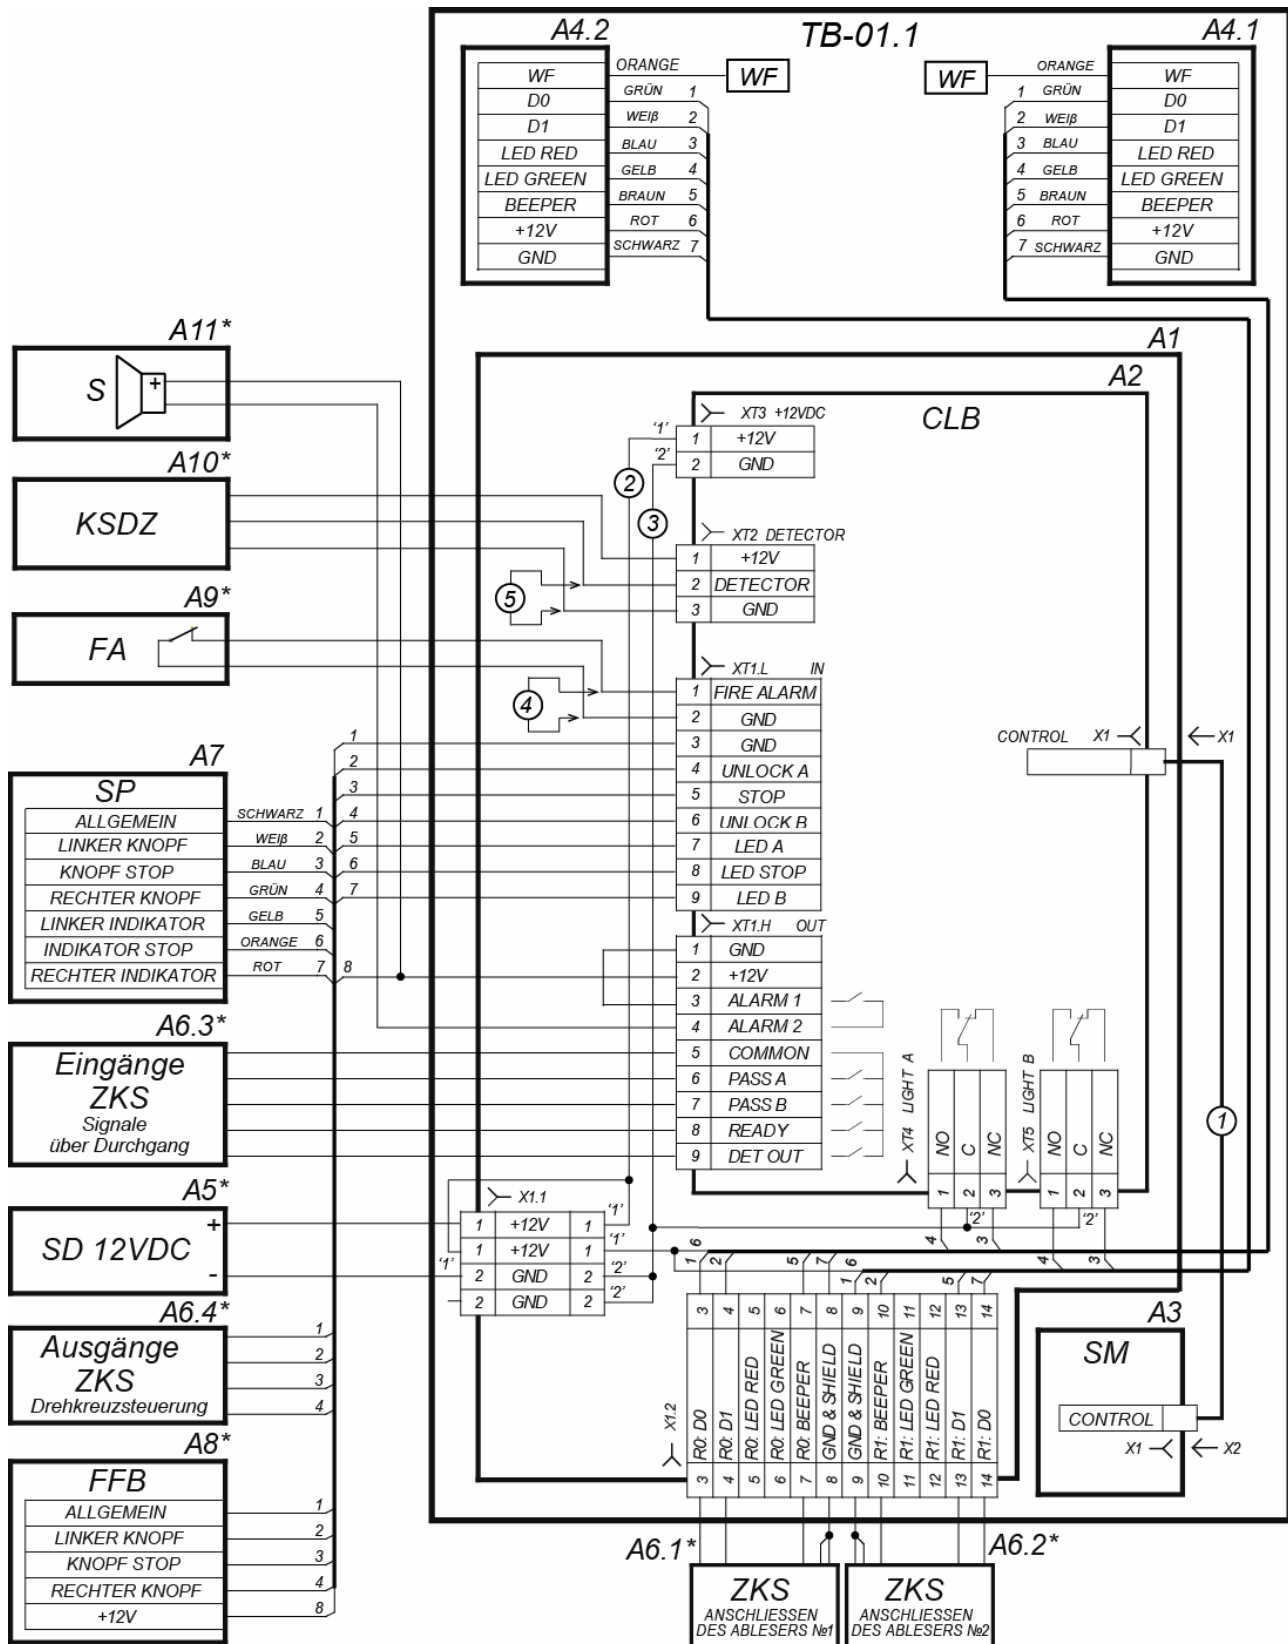

Abbildung 11. Das Schema der Vereinigungen des Drehkreuzes und der zusätzlichen Ausrüstung¹
Das Anschließen des Kontrollsensors der Durchgangszone wird zu dem Klemmleisten **XT2**, und der Sirene – zum Klemmleisten **XT1.H** der Steuerplatte entsprechend dem Schema der elektrischen Vereinigungen (siehe die Abb. 11 und 5) erzeugt. Der Kontrollsensor der Durchgangszone soll die normalgeöffnete Kontakte haben. Wenn der Kontrollsensor nicht angeschlossen ist, so muss man die Oberschwelle zwischen den Kontakten *Detector* und *GND* des Klemmleistes **XT2** einstellen. Bei der Lieferung ist die vorliegende Oberschwelle eingestellt.
Das Anschließen der Einrichtung *Fire Alarm* wird zu dem Klemmleiste **XT1.L** der Steuerplatte laut dem Schema der elektrischen Vereinigungen erzeugt (siehe die Abb. 11 und 5). Wenn der Eingang *Fire Alarm* nicht verwendet wird, so muss man die Oberschwelle zwischen den Kontakten *Fire Alarm* und *GND* einstellen. Bei der Lieferung ist die vorliegende Oberschwelle eingestellt.
- 7 Nehmen Sie den Deckel des Drehkreuzes (3) ab, die Schraube mit dem Schlüssel (4) abdrehen.
- 8 Schließen Sie das Ernährungskabel (15) zu dem Klemmleisten **X1.1** an (siehe die Abb.11). Schließen Sie das Kabel (14) des Schaltpultes (13) zu dem Klemmleisten **XT1.L** auf der Steuerplatte an (siehe die Abb. 5). Schließen Sie falls notwendig die Kabel von anderen Einrichtungen zu den entsprechenden Klemmleisten der Steuerplatte an (siehe die Abb. 5 und die Abb. 11).
- 9 Prüfen Sie die Richtigkeit und die Zuverlässigkeit aller elektrischen Anschließen. Mit Hilfe der selbstklebenden Stellen und nichtöffnenden Spannschloßen aus dem Liefersatz festigen Sie alle Kabel. Nach dem Anschließen aller Kabel und der Befestigung des Fußes zum Fußboden stellen Sie auf die Stelle den Deckel (3) fest (siehe Abt. 6), des Blindverschlusses des Fußes (11) in der Ordnung, rückgängig der Abnahme.
- 10 Für das Einstellen in die Arbeitslage der sperrenden Leisten nehmen Sie vom Wendemechanismus den Deckel (6) ab, mit der Schraube M4×25 abgewenen. Wenden Sie den Bolzen M8×30ab, die auf der sperrenden Leiste (5) eingestellt sind. Stellen Sie die sperrende Leiste in die entsprechende Setzstelle fest und legen Sie vom Bolzen fest. Unter den Kopf des Bolzens stellen Sie die spannkraftige Scheibe fest. Der Zug der Bolzen soll die sichere Fixierung der sperrenden Leiste (ohne Totgang) gewährleisten.
Das Anschließen des Controllers zur Steuerplatte des Drehkreuzes wird entsprechend der Abb. 11 erzeugt.
Die Sendung der Daten von den Ableser verwirklicht sich nach dem Interface Wiegand. Das Anschließen der Ableser zum ZKS-Kontrollier muss man vom abgeschirmten Kabel entsprechend der Abb. 11 erzeugen.
Die Veränderung des Formates der Abgabedaten des Interfaces Wiegand wird sich vom Punkt des Anschließens der orangen Leitung (WF – Wiegand-Format auf der Abb. 11) auf dem Ausgang des etatmässigen Anschlusskabels des Ablesers bestimmt. Die Auswahl des Punktes des Anschließens wird entsprechend der Tabelle 4 erzeugt.